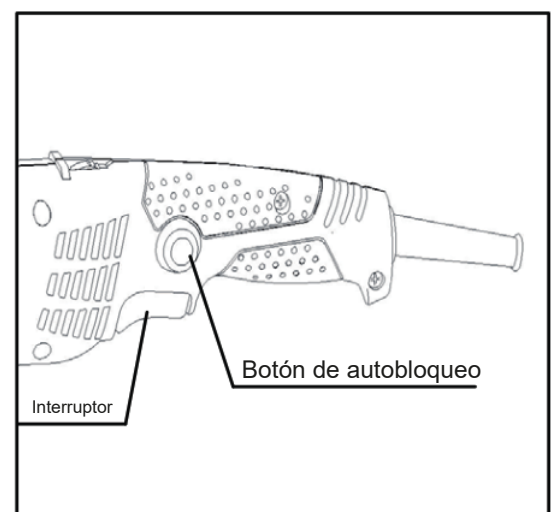

Fig 3
2. Presione el interruptor para apagar la herramienta. (Fig 3).